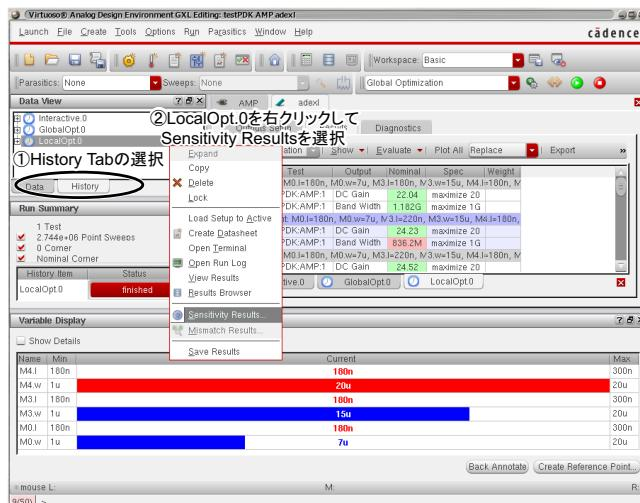
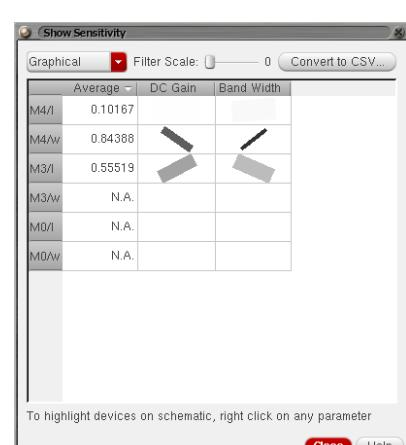

図 95: Sensitivity Results の表示
図 96: 各パラメタの Sensitivity の確認
2. 次に、図 95 に示すように、左上の Data View の所の History タブを選択し、最後に実行した LocalOpt.0 を右クリックすると表示されるメニューから、Sensitivity Results を選択する。すると、図 96 に示されるような、各パラメタが指定した性能指標に対してどの程度の相関関係にあるかを示す結果(感度マトリックス)が表示される。傾きの方向が相関の方向(正か負か)を示し、色の濃さと四角の細さが相関の強さを示している(細くて濃いほど相関が強い)。これにより、どのパラメタが与えた設計仕様に対して強い相関性を持っているかを判断することができ、再度の最適化の際に参考にすることができる。